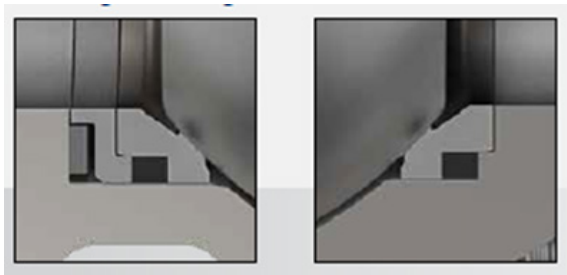

Abbildung 6
15. S-Ring (Pos. 42) über die Wellenfeder (Pos. 41) in das Gehäuseteil (Pos. 1) einsetzen. Ausrichtung des S-Rings wie in Abb. 6 beibehalten.